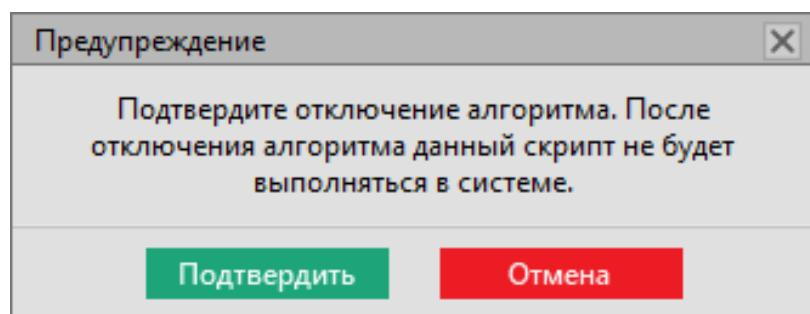

Рисунок 169 - Отключение алгоритма
- Подтвердите свои действия в диалоговом окне (Рисунок 169).